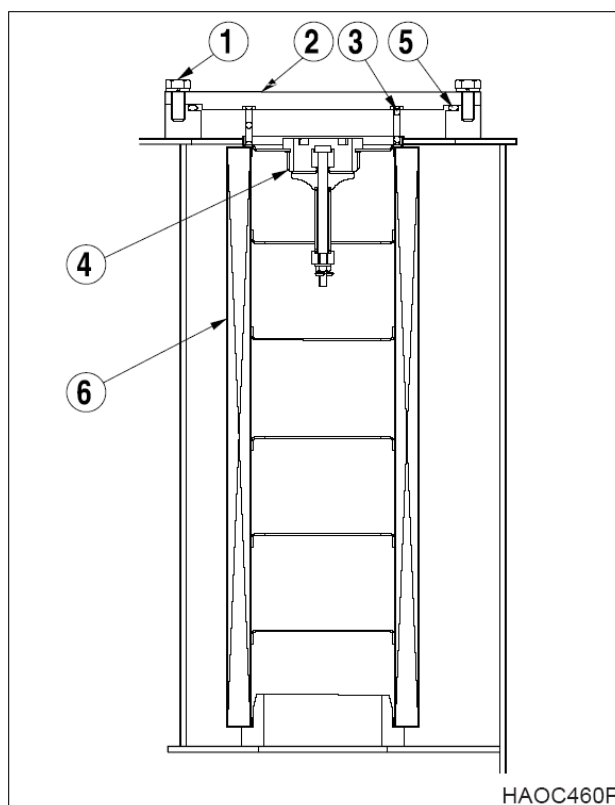

Рис. 53
3. Снять болты (1, рис. 53) и крышку обслуживания (2). Извлечь пружину (3), клапан (4) и уплотнительное кольцо (5) из фильтрующего элемента (6).